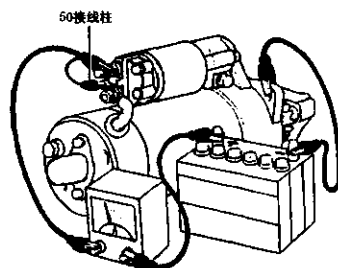

图 4-53 起动机无负荷性能试验
②如图 4-53 所示，连接磁力开关 50 接线柱，如起动机平滑稳定运转，齿轮跳出，并消耗电流在规定的数值之内。规定电流应小于 50 A，表明起动机良好。